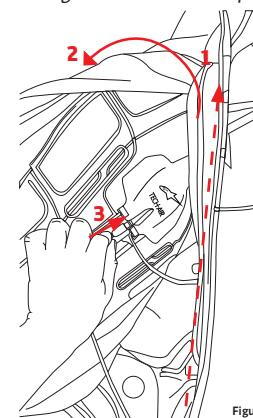

Figure 8
💡 Encore un conseil : lorsque le système airbag Tech-Air® Race est installé dans une combinaison en cuir, le port Micro USB est plus facilement accessible en ouvrant l'une des fermetures éclair du gilet (1) et en soulevant partiellement le gilet vers l'extérieur. (Voir figure 8).
Encore un conseil : il est plus simple d'accéder au commutateur maître (8) en ouvrant d'abord les fermetures de fixation du gilet compatible (1) et en enlevant partiellement le gilet de la combinaison (voir la figure 8). Naturellement, en rallumant le commutateur maître, la fermeture de fixation du gilet doit être fixée de nouveau.